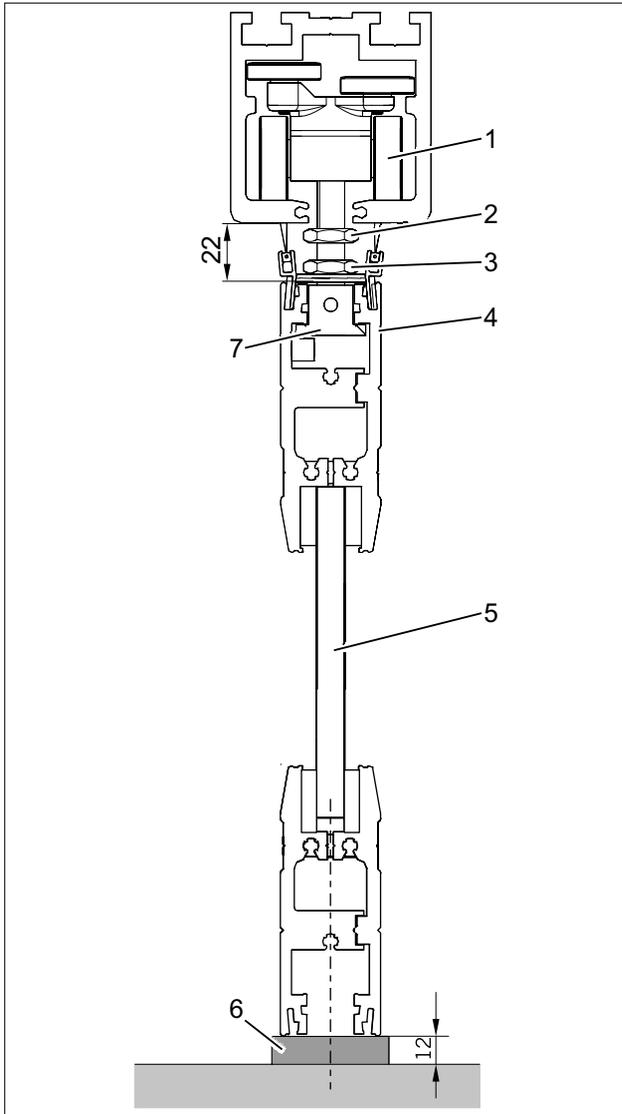

Abb. 28 Faltflügel einhängen
Faltflügel (Abb. 28/5) mit 2 Personen auf die Distanzklötze (Abb. 28/6) abstellen.
4. Aufhängklotz (Abb. 28/7) seitlich in die obere Türschiene (Abb. 28/4) oder in das Tragprofil des Faltflügels führen.
5. Höhe des Faltflügels über die Mutter (Abb. 28/2) ausrichten, sodass zwischen dem Fußboden und der Türschiene das Maß von 12 mm eingehalten wird (Abb. 28).
6. Kontermutter (Abb. 28/3) für die Höhenregulierung festziehen.